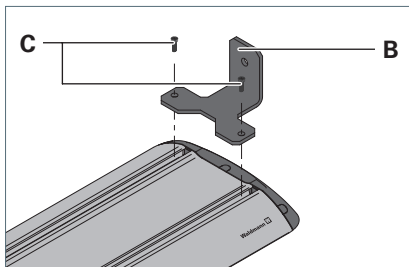

Fig. 12: Montaggio dell'angolare per tipo di montaggio "laterale".
- ▶ Montare l'angolare allegato **B** con le viti in dotazione **C** e i dadi scorrevoli sull'apparecchio e stringere le viti, vedi Fig. 12.